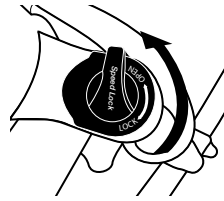

Figura 19.
• Per sbloccare una forcella ammortizzata ruotare la leva di blocco nella direzione indicata dalla freccia con la descrizione "OPEN" finché non si arresta (Figura 19).